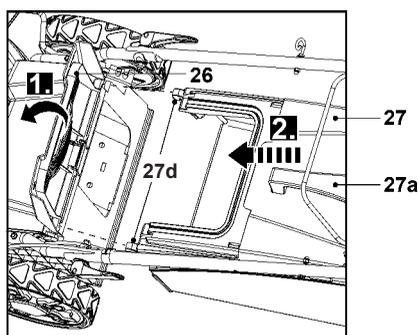

Рис. 5
3. Откройте защитное приспособление заднего дефлектора (26) и удерживайте его в нужном положении (рис. 5, шаг 1).
5. Совместите крючки (27d) с пазами и повесьте на них травосборник (рис. 5, шаг 2).
6. После этого осторожно отпустите защитное приспособление заднего дефлектора (26).